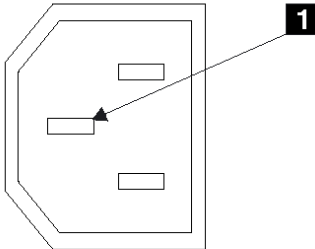

Figura 2. Patilla de toma de tierra
- Si la toma de tierra *no* es correcta, desenchufe el cable de alimentación (1) de la fuente de alimentación ininterrumpida 5115 del SAN Volume Controller.
6. Compruebe la continuidad entre el bastidor del SAN Volume Controller y la patilla de toma de tierra de cada conector de alimentación principal. La patilla de toma de tierra se muestra con un 1 en la Figura 2.